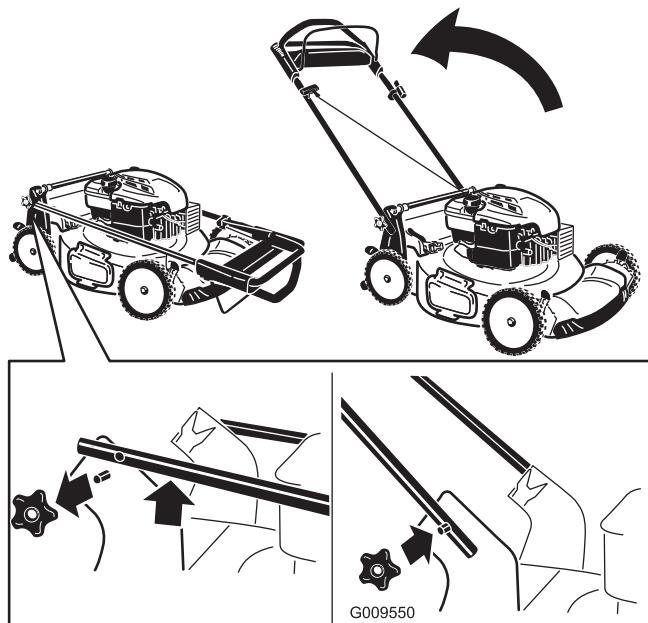

Figure 4
1. Retirez les boutons du guidon sur le carter de la machine (Figure 4).